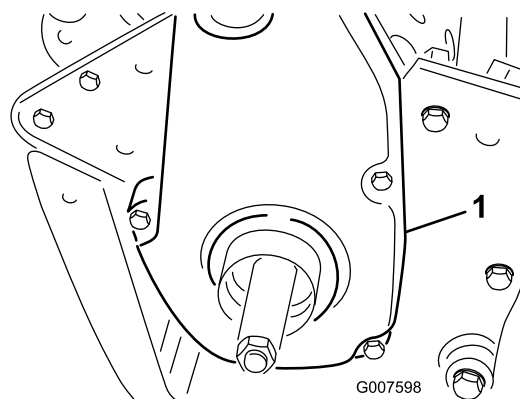

図 36
1. ベルトカバー取り付けねじを外してカバーを取り、ベルトを露出させる図 36。